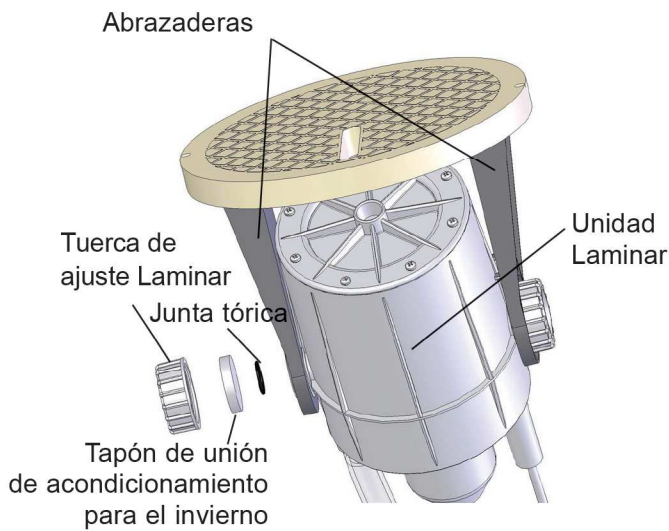
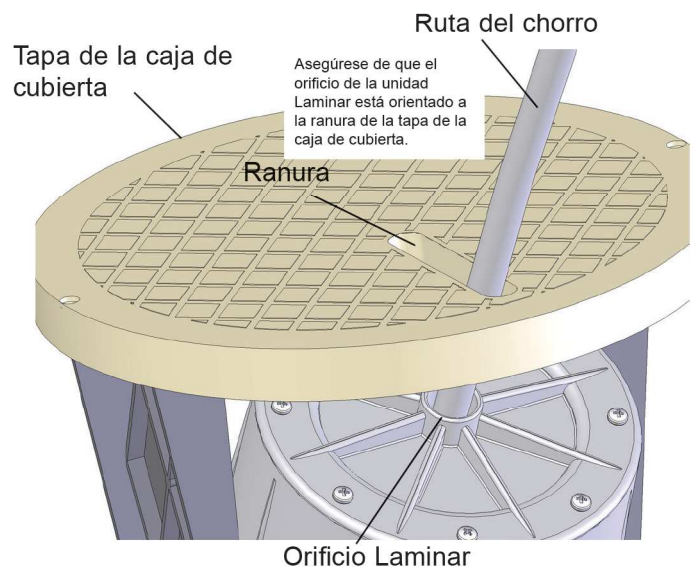

Figura 3
Figura 4
1. Abra con cuidado las abrazaderas y deslice la unidad Laminar en los orificios de éstas (Figura 3), asegurándose de que el orificio del Laminar está orientado a la ranura superior en la tapa de la caja de cubierta (Figura 4).